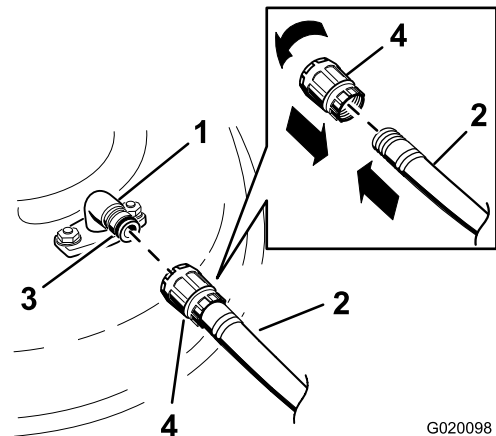

Figura 75
3. Coloque união da mangueira na extremidade de limpeza do cortador e ligue a água em elevado (Figura 75).